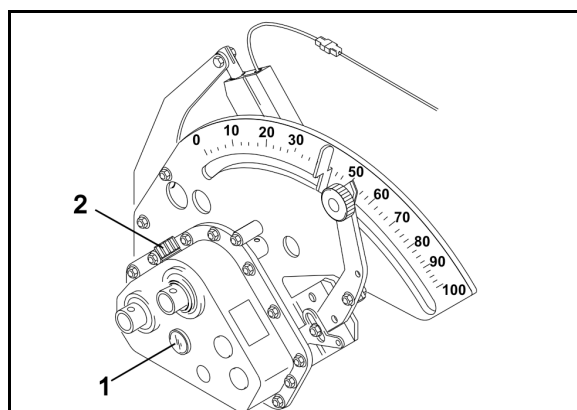

Fig. 42
2. Oljenivån måste nå upp till siktglaset (Fig. 42/1).
6. Fyll vid behov på med ny växellådsolja via påfyllningen (Fig. 42/2) upp till siktglaset (Fig. 42/1).
7. Återmontera pluggen (Fig. 42/2) efter påfyllning..